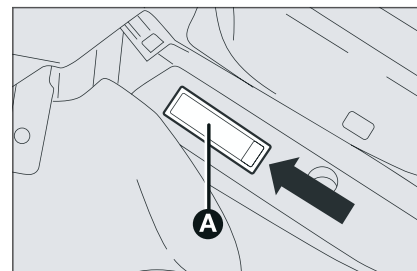

Рис. 35
- в месте, указанном на рисунке стрелкой, подденьте отверткой и извлеките светильник **А** (рис. 35) в сборе;